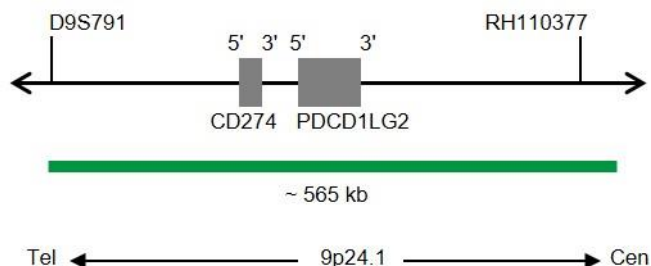

Abb. 1: SPEC CD274,PDCD1LG2 Sondenlokalisation (nicht maßstabsgetreu)
- ZyGreen (Anregung 503 nm/Emission 528 nm) markierten Polynukleotiden (~10 ng/ μ l), die gegen Sequenzen in 9p24.1* (chr9:5,253,553-5,819,972) gerichtet sind, welche das CD274,PDCD1LG2-Gencluster enthalten (siehe Abb. 1).